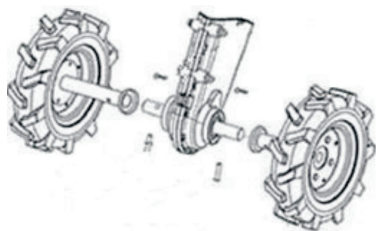
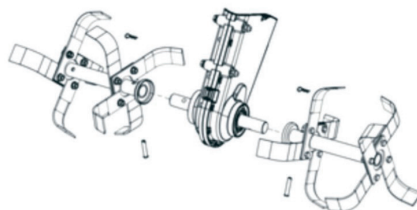

Рис. 6
Рис. 7
4. Установите и закрепите крепежом из комплекта поставки, колеса на выходных валах редуктора (см. рис. 6) или установите почвенные фрезы (см. рис. 7)
5. Установите сошник в кронштейн и закрепите его пальцем и шплинтом из комплекта поставки (см. рис. 9): фрезы (см. рис. 7)